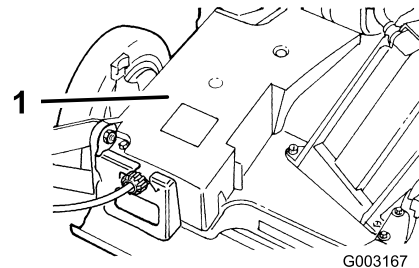

Figura 36
- Retire los pernos que fijan la cubierta de la correa (Figura 36) a la carcasa del cortacésped.